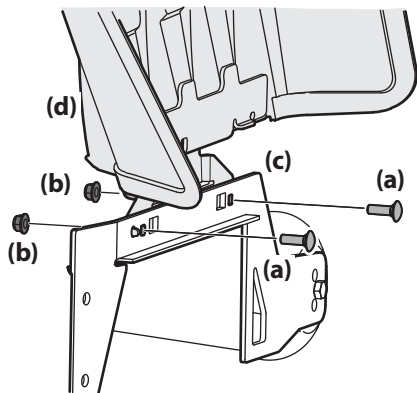

Figure 2-5
1. Retirez les boulons de carrosserie (a) et les écrous autobloquants à bride (b) et les rondelles plates (c) du support de montage (d) sur le plateau de coupe. Voir Figure 2-5.
2. Utilisez la quincaillerie (a et b) retirée à l'étape précédente pour installer le déflecteur d'éjection (d) sur le plateau de coupe. Voir Figure 2-5.